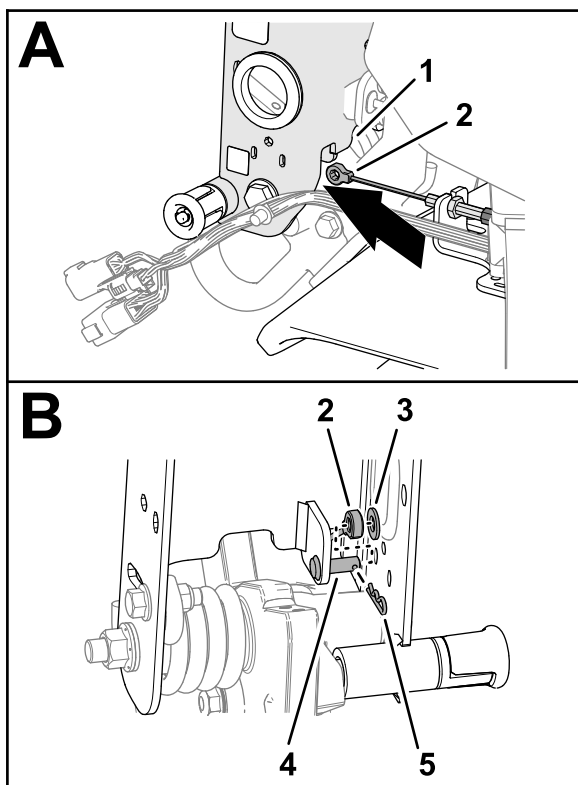

Figura 7
1. Enrute el acoplamiento del cable de freno por debajo de la parte inferior del perfil del manillar (Figura 7).